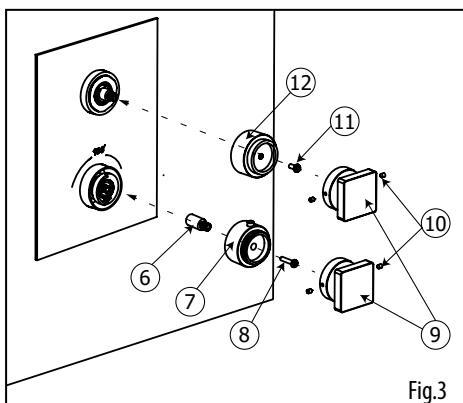

Fig.3
Insert the thermo broach extension (6) onto the thermo cartridge broach. Afterwards, insert the thermo handle adapter (7) onto the thermo broach extension (6). Make sure the temperature limit stopper button is aligned with the 100° F mark on the trim (5) (fig.3). Secure the thermo handle adapter with supplied screw (8). Insert handle (9) and secure it with the 2 supplied set screws (10).
Insérer la rallonge de la cartouche thermostatique (6) sur la cartouche thermo-statique. Ensuite, insérer l'adaptateur pour la poignée thermostatique (7) sur la tête de la rallonge (6). Assurez-vous que le bouton du limiteur de température soit aligné avec la marque de 100°F / 38°C inscrite sur la plaque (5) (Fig.3). Fixer ensuite l'adaptateur (7) avec la vis (8) fournie. Insérer la poignée (9) sur l'adaptateur et la fixer avec les 2 vis de retenues (10) fournies.